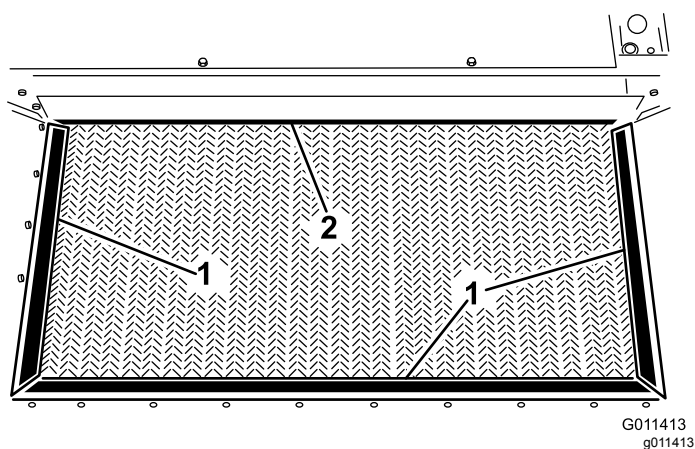

**Figura 27**
3. Verificate che la distanza dal centro degli alberi dei rulli del nastro trasportatore (Figura 27) sia